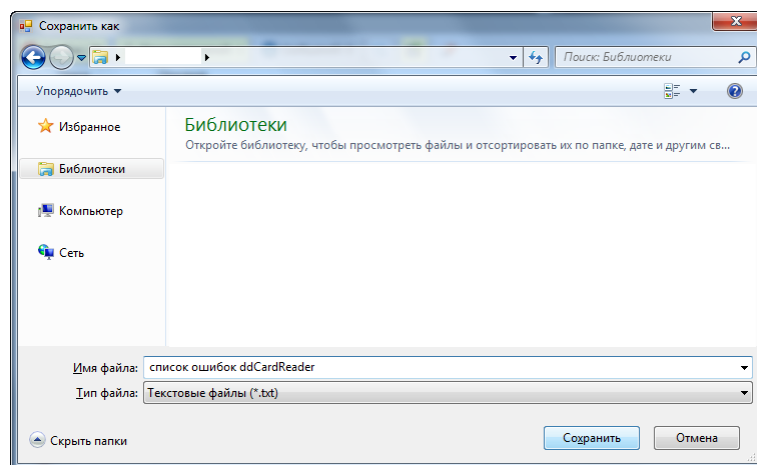

Рис. 400 Сохранение экспортируемого списка нарушений
- В открывшемся окне проводника указать место для размещения сохранения файла и его имя, после чего нажать кнопку «Сохранить», расположенную в правой нижней части окна, см. Рис. 400.